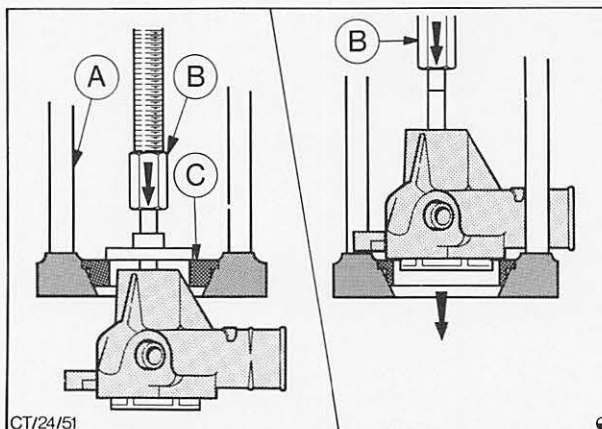

Abb. 25 Nabe – Riemenscheibe abpressen/Lagerwelle komplett herauspressen
1. Nabe – Riemenscheibe am Halbring C, Abb. 25, (geeigneten Halbring in Presse eingesetzt) abstützen und Lagerwelle mit Pumpe komplett herauspressen.
2. Pumpengehäuse abstützen und Lagerwelle mit Dichtring und Schaufelrad komplett herauspressen, Abb. 25.